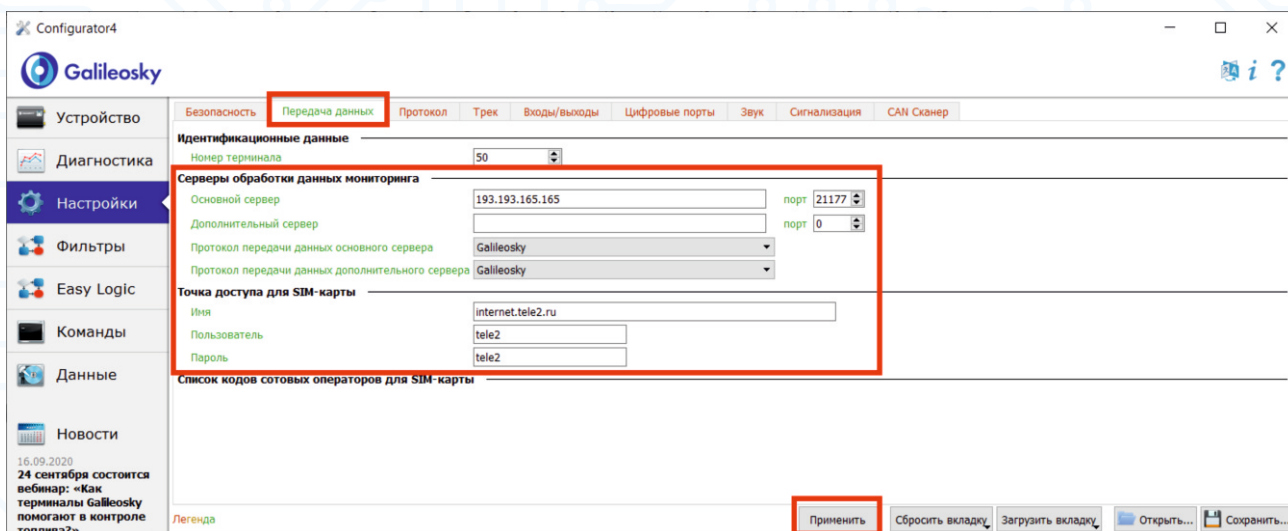

Рисунок 6
- Перейдите на вкладку «Настройки» -> «Передача данных» (рисунок 6).